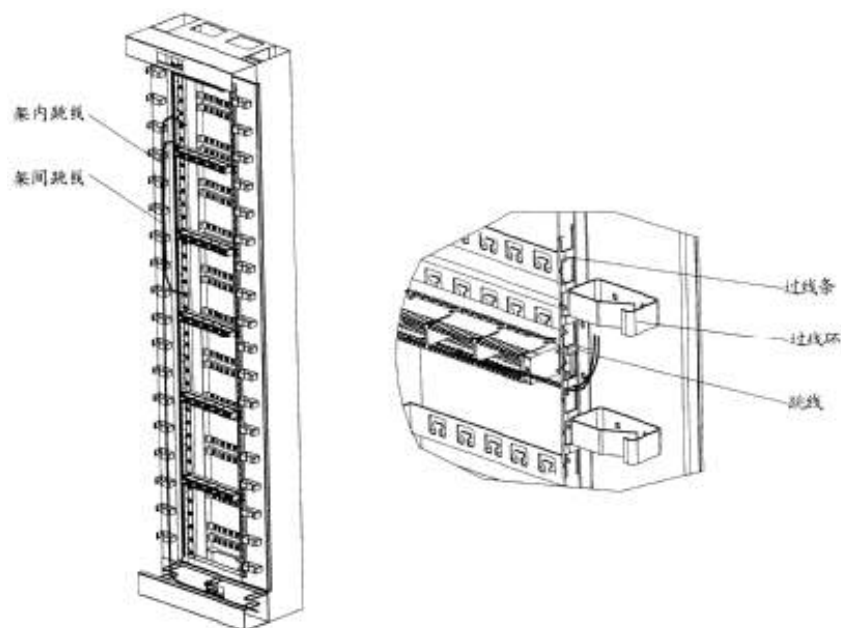

图 13
4.3.2.1 JPX38-2-B3、JPX38-2-D3/5 操作如图 13 所示；